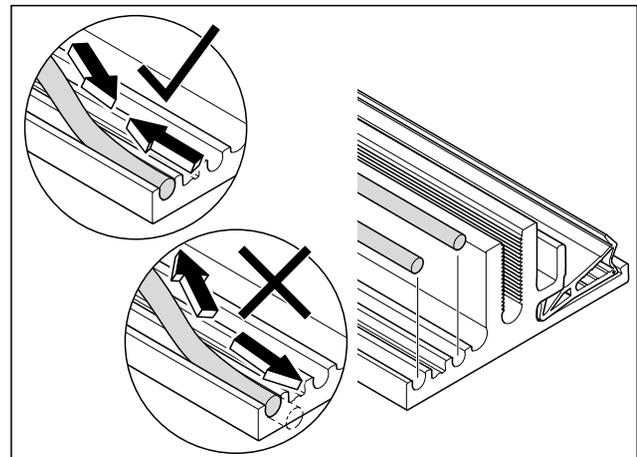

Abb. 22 Beispiel für das Anbringen von Silikondichtungen an ein Profil
1. Alle Profile (siehe Kapitel 3.4) vor der Montage mit Silikondichtungen versehen (Abb. 22).